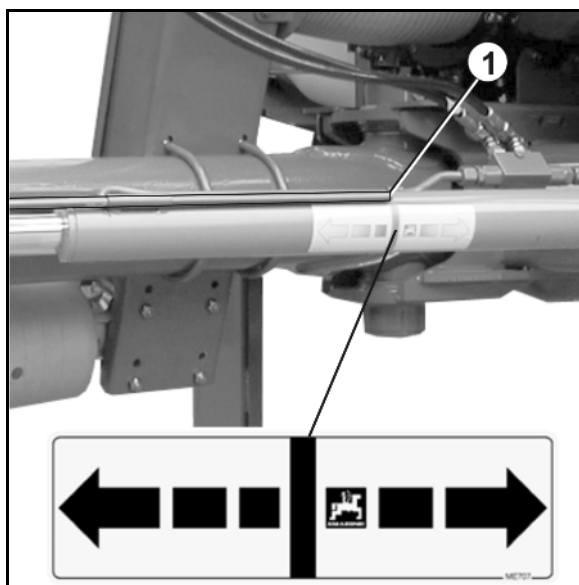

Fig. 41
1. Acionar a unidade de comando do trator azul até a lança se encontrar na posição zero (Fig. 41/1).